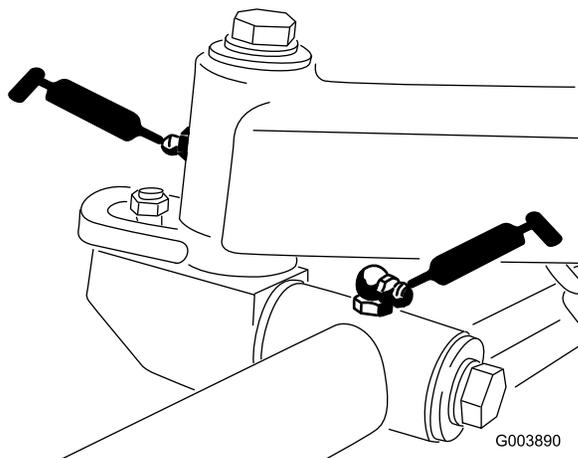

図 43
- ・ カuttingユニットのキャリアフレームとピボット各 2 か所ずつ合計10 か所 (図 43)